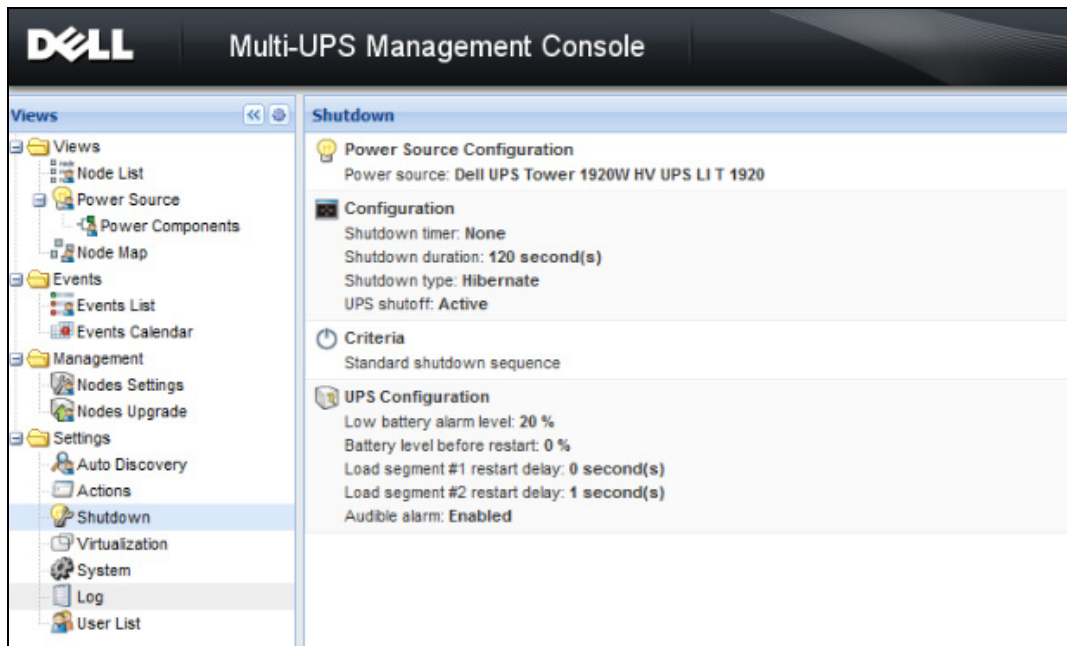

Abbildung 49. Seite „Shutdown“ (Herunterfahren)
- 2 Wählen Sie **Settings > Shutdown** (Einstellungen > Herunterfahren). Die Seite „Shutdown“ (Herunterfahren) wird angezeigt (siehe Abbildung 49).